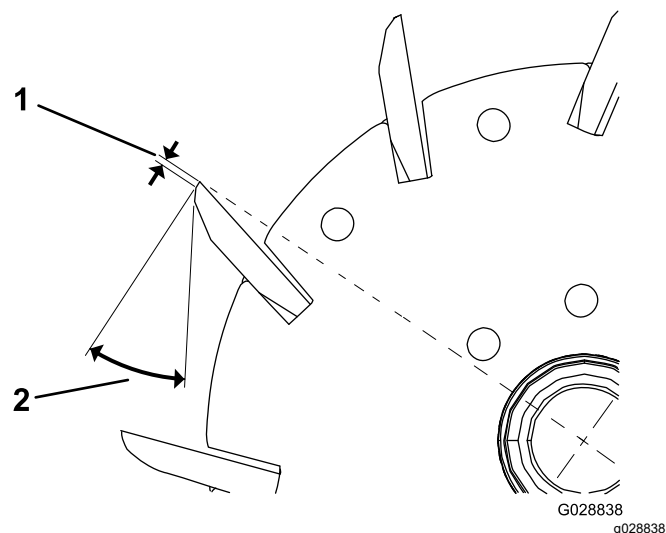
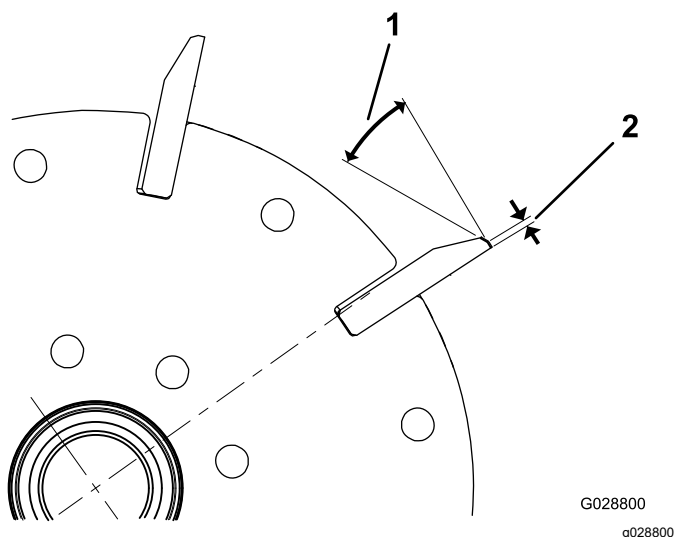

Figure 35
Figure 34
1. Créez un angle de dépouille de 30° sur toutes les lames de cylindre jusqu'à obtention d'une facette de 1,3 mm de largeur (Figure 34 et Figure 35).